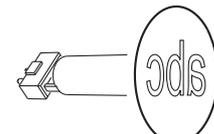
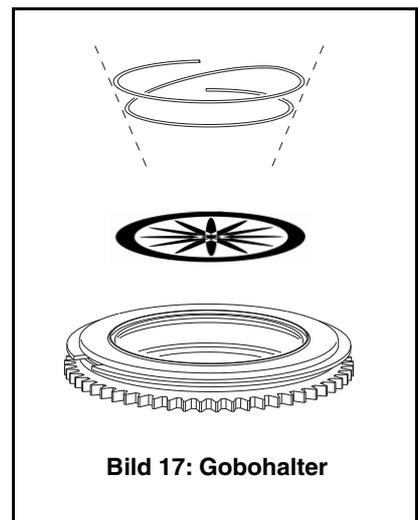

Bild 13. Gobo-Orientierung
Bild 17: Gobohalter
Die in Bild 13 angegebenen Orientierungen sind in den meisten Fällen zutreffend. Wenden Sie sich an Ihren Martin-Händler oder den Gobohersteller, wenn Sie Zweifel bezüglich der korrekten Orientierung eines bestimmten Gobotyps haben.
Die richtige Gobo-Orientierung ist sehr wichtig. Befolgen Sie die Richtlinien (Bild 13) beim Einsetzen eines Gobos.
8. Siehe Bild 17, Lösen Sie die Haltefeder mit einem kleinen Schraubendreher und lassen Sie das Gobo aus der Fassung auf eine weiche Unterlage fallen.
9. Legen Sie das neue Gobo in die Fassung. Die der Lichtquelle zugewandte Seite zeigt zur Haltefeder (siehe Bild 17 und Bild 13).
11. Montieren Sie die Haltefeder mit der engen Windung zum Gobo zeigend (siehe Bild 17). *Die enge Windung liegt im Inneren der Feder, wenn Sie die Feder auf einer glatten Oberfläche zusammendrücken.* Schieben Sie das andere Ende der Feder unter die Nut der Gobofassung.